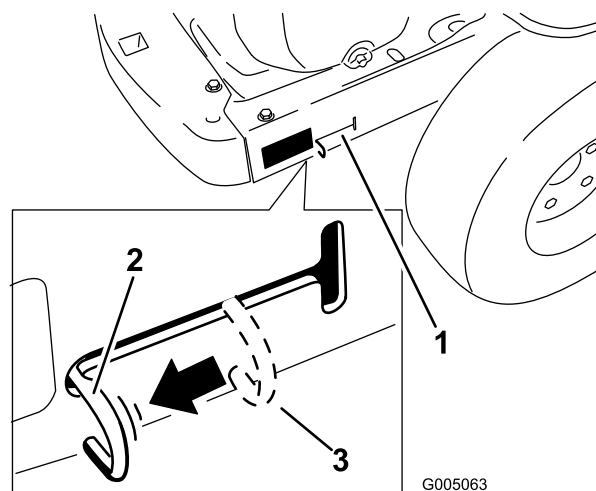

Bild 18
4. Schieben Sie die Bypasshebel nach hinten und dann nach unten, um sie zu arretieren, wie in Bild 18 dargestellt, um die Radmotore auszukuppeln. Wiederholen Sie die Schritte an jeder Maschinenseite.
Schieben Sie die Bypasshebel nach oben und drücken Sie sie dann nach vorne in die **Mitte** des horizontalen Schlitzes (Bild 18), um die Radmotore einzukuppeln.